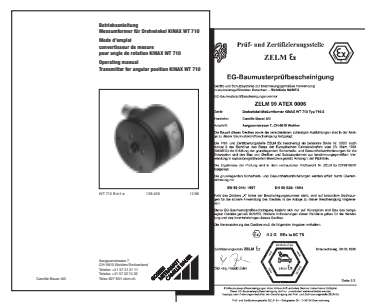

Fig. 5
- 1 mode d'emploi (Fig. 5) en trois langues: allemand, français, anglais
- 1 attestation Ex (Fig. 5), seulement pour appareils en exécution Ex